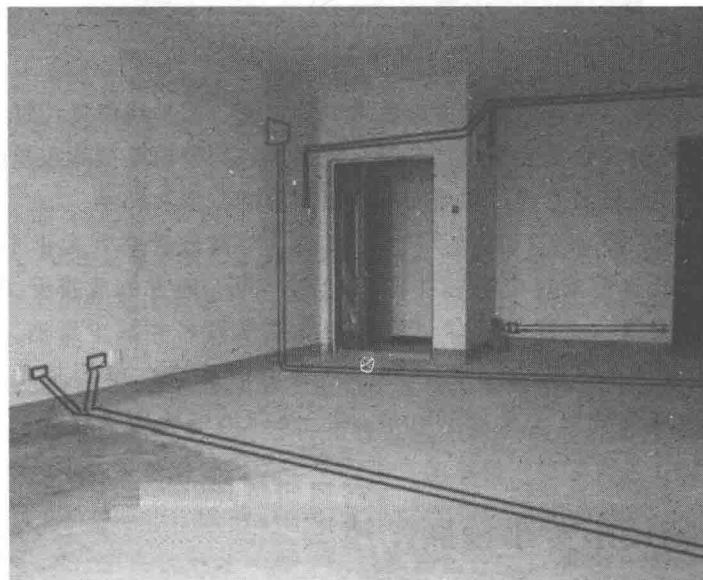

图 1-2 弹上墨示意图
a. 弹线。首先要根据用电器及控制电器位置进行线路定位，比如，开关位置、插座位置、灯具位置等，再根据线路走向弹墨线，所弹线必须横平竖直，且清晰，如图 1-2 所示。根据所注明的回路选择的电线及电线管，计算出开槽的宽度和深度，所开槽必须横平竖直，强电与弱电开槽距离必须 $\geq 500\text{mm}$ 。